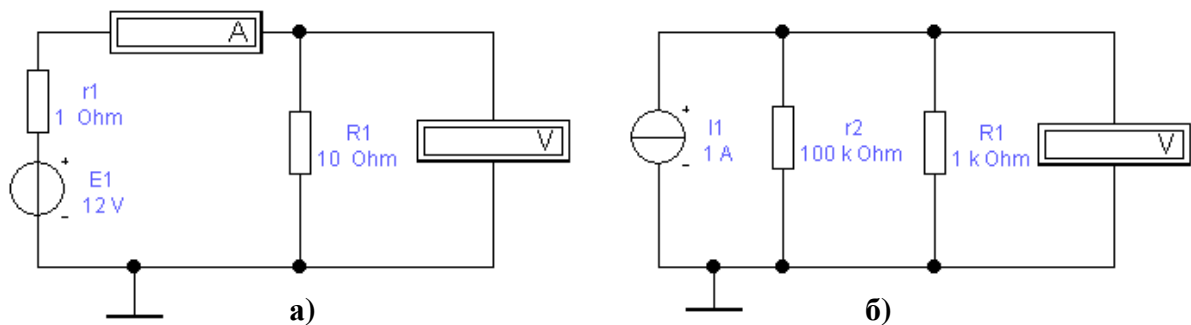

Рис. 2.2
Для проведення дослідів по визначенню ВАХ реальних джерел живлення необхідно, перш за все, створити такі реальні джерела. Для цього послідовно з джерелом е.р.с. встановлюється активний опір (r_1), величина якого повинна бути досить малою. Вона задається у відповідних варіантах. Паралельно з джерелом струму необхідно встановити значний опір (r_2), величина якого буде визначати внутрішній опір джерела струму. Схеми, які використовуються для проведення вимірювань з метою побудови ВАХ реальних джерел струму і напруги, приводяться на рис. 2.2а,б.
2.4.5. Побудувати схеми за рис.2.2 і, відповідно до варіанту у додатку, встановити параметри електричного кола. Виконуючи заміри в 2-х - 3-х точках, побудувати ВАХ реального джерела напруги. Повторити дослід для послідовного з'єднання двох джерел напруги ($E_1-r_1 - E_2-r_1$).